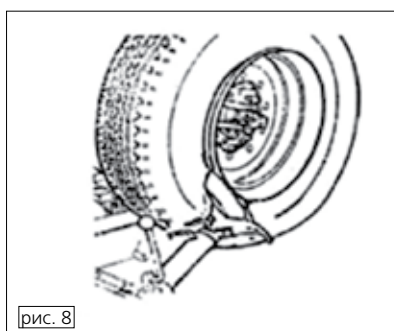

рис. 8
- (3) Используя джойстик (5), установите диск (12) у края диска (рис. 8).